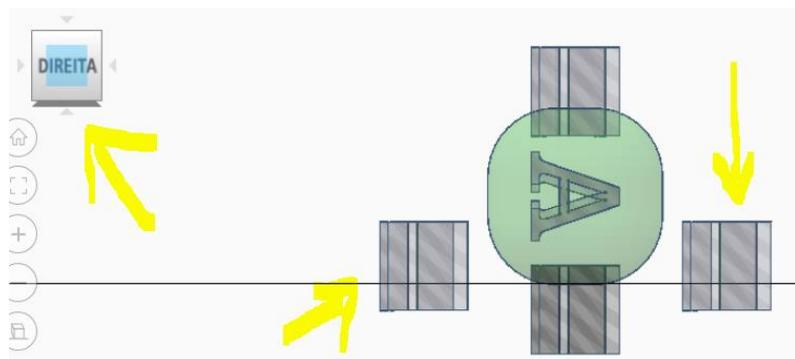

Figura 22. Organização inicial das letras na visão direita.
17. Clique na visão direita e desloque as duas letras que estão fora de lugar para ficarem à direita e à esquerda do dado, como na Figura 22.